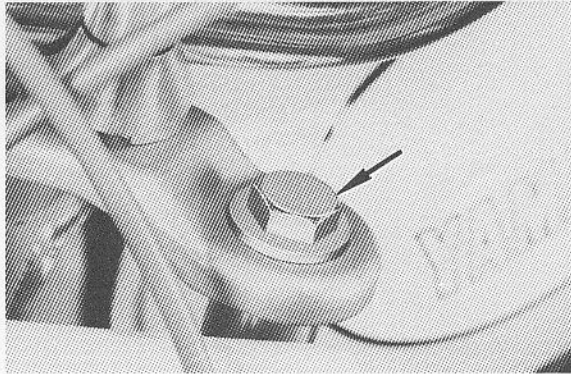

Fig. 2-6-13
1. Remove cap bolts from inner fork tubes. (Fig. 2-6-13)
1. Enlever les boulons de chapeau des tubes de fourche internes. (Fig. 2-6-13)